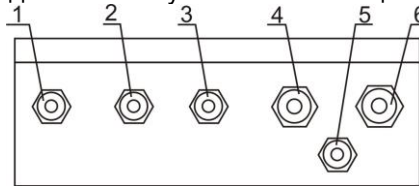

Рис. 2. Нижняя панель блока реле клапана
6.3. На нижней панели блока (рис. 2) расположены кабельные вводы для подключения к блоку релейных сигналов СО ПОРОГ1, СО ПОРОГ2, СН4 ПОРОГ1, СН4 ПОРОГ2, НЕИСПРАВНОСТЬ от газоанализатора (1), релейного сигнала «Пожар» от сигнализатора пожара (2), релейных выходов управления клапаном (4) и вентиляцией (6), кабельный ввод для подключения пульта сигнализации (3).